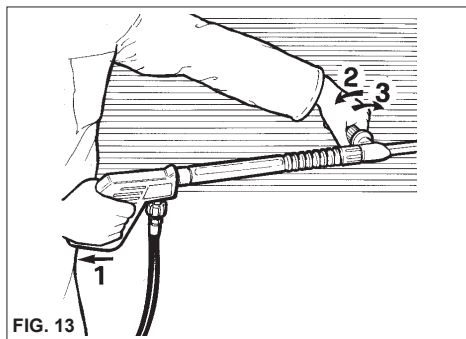

FIG. 13
#### EMPLOI DE LA LANCE DOUBLE (fig. 13) (Si disponible)
- Quand le nettoyeur haute pression n'est pas utilisé, fermer le dispositif de sécurité de la poignée. (fig. 13).